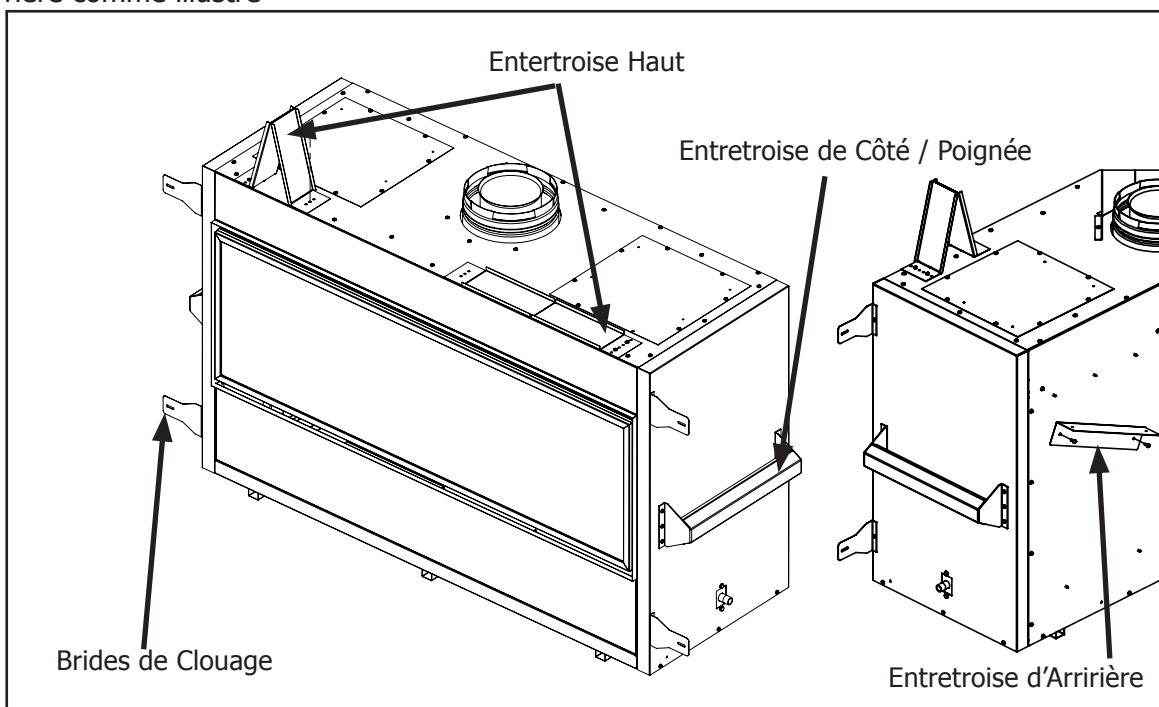

Figure 17: Preparation d'Installation
Prenez une minute pour vous familiariser avec la figure 17 ci-dessous.
- Le haut des entretoises de cadrage doit être replié et sécurisés sur un côté avec une vis T-20, cela peut être vu dans Figure 17.